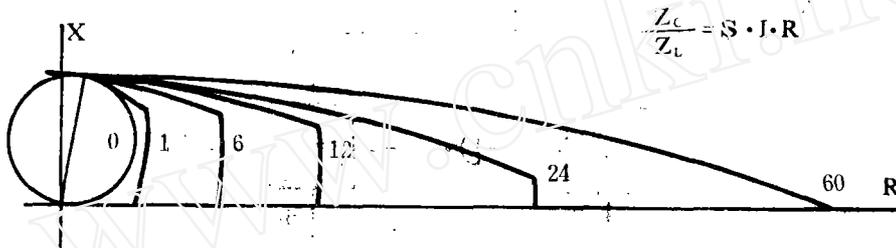

图14
3. 在继电器极化电压中引入了部分正交极化电压之后，使得阻抗元件欧姆特性随着电源阻抗和线路阻抗之比值不同反应接地电阻的能力也就不同，比值越大，反应接地电阻的能力越大，如图14所示。